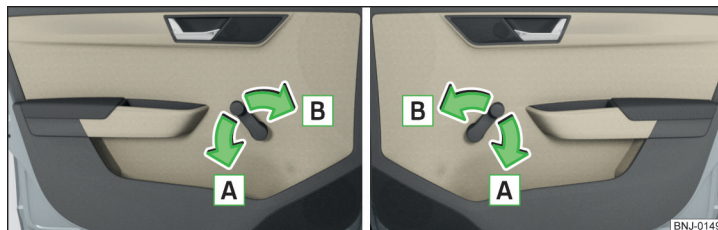

Fig. 38 Alzacristalli: sinistra/destra
- Per l'**apertura** ruotare la manovella in direzione della freccia **A** » **fig. 38**.